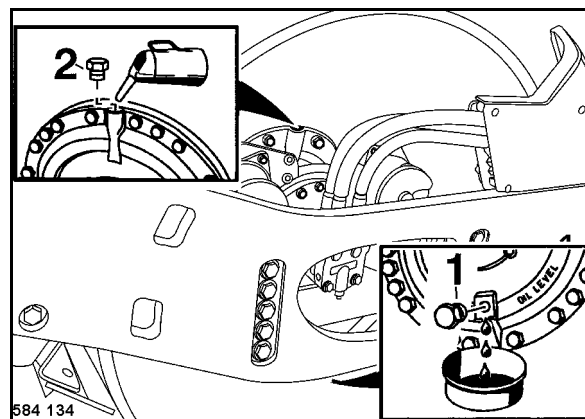

fig. 139
- Dévisser le bouchon de vérification du niveau 1 en bas du bandage (fig. 139) et remplir l'huile par l'orifice (2) jusqu'à ce qu'elle s'écoule de l'orifice de vérification du niveau.